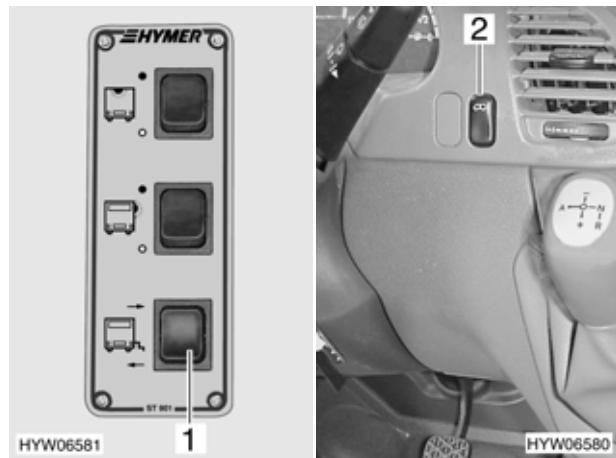

Fig. 1 Interruttore a bilico dello scalino di ingresso
- Per inserire lo scalino premere in basso (\leftarrow) l'interruttore a bilico (Fig. 1,1) che è posto nella zona d'ingresso.
Sul cruscotto è posto un interruttore a bilico supplementare (Fig. 1,2) che serve per il comando dello scalino di ingresso.